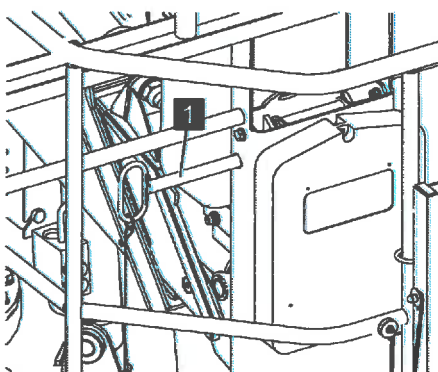

Abb. 76: Befestigungsbolzen einsetzen
10. → Befestigungsbolzen (Abb. 76/1) einsetzen.